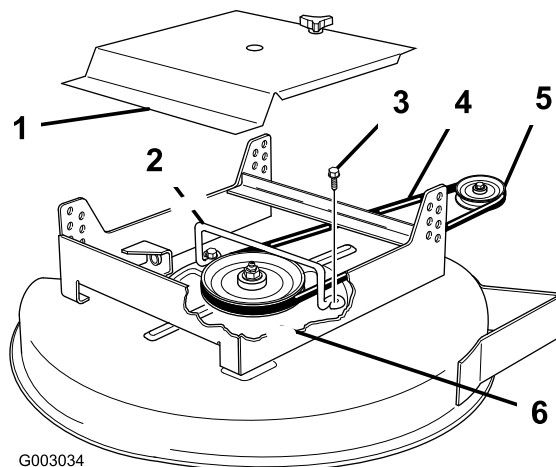

Figure 42
4. Enlevez les deux boulons à embase qui fixent le guide de courroie en haut du tablier de coupe, et enlevez le guide de courroie (Figure 42).
6. Installez la courroie de transmission neuve autour de la poulie d'entraînement sur le groupe de déplacement et de la poulie d'axe (Figure 42).
7. Montez le guide de courroie sur le tablier de coupe avec les deux boulons à embase. Les boucles formées doivent être face à l'arrière de la tondeuse (Figure 42).
10. Montez le couvercle sur le tablier de coupe, puis serrez le bouton (Figure 42).